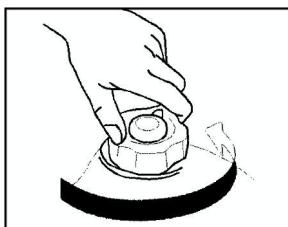
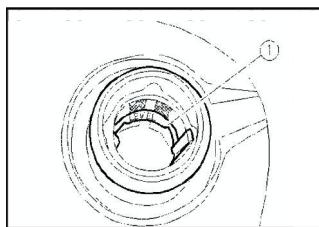

Рис. 7
Рис. 8
- Открутите крышку бензобака (рис. 7) и проверьте уровень топлива. Если уровень топлива низкий, долейте топливо в бензобак до необходимого уровня. Не переливайте бензин выше отметки (1) максимального уровня топлива (2) (рис. 8 и 9), расположенной на топливном фильтре в горловине топливного бака. После дозаправки надежно закрутите крышку бензобака.